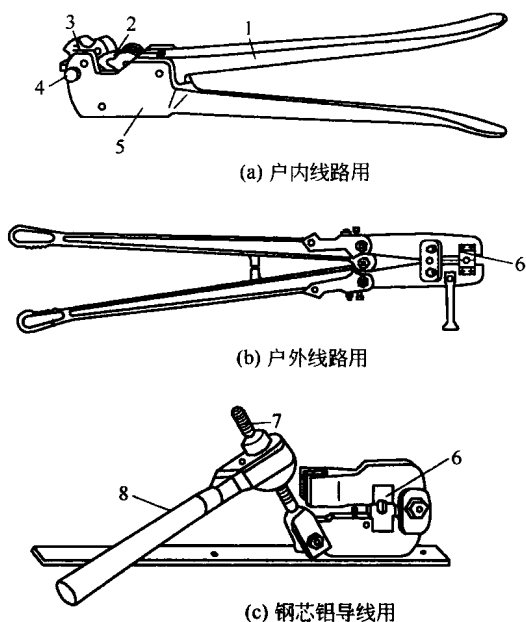

图 1-1 铝导线压接钳
(1) 导线连接工具 导线的连接方法很多，而专用工具只有铝导线的户内外压接钳。
① 户内线路使用的铝导线压接钳如图 1-1(a) 所示。该压接钳由钳头和钳柄两部分组成，钳头由阳模、阴模和定位螺钉等构成。阴模需随不同规格的导线而选配。使用时，拉开钳柄，嵌入线头，然后两手夹紧钳柄用适当的力进行压接。
② 户外线路使用的铝导线压接钳如图 1-1(b) 所示，其结构和使用方法与户内线路使用的压接钳类似。
③ 钢芯铝导线压接钳如图 1-1(c) 所示，该压接钳由钳头、压模、螺杆和摇柄等组成，压接时用摇柄旋压。